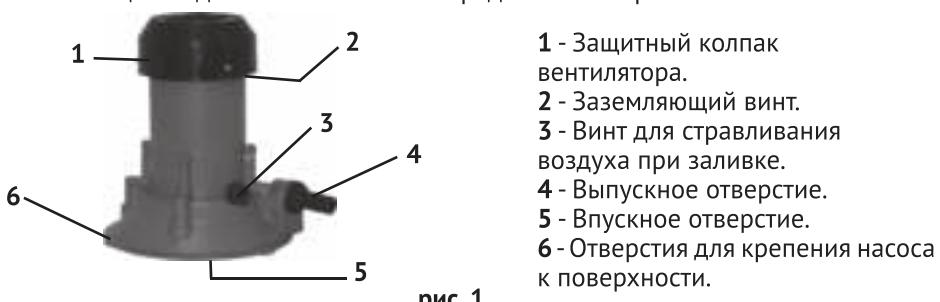

рис. 1
3.1 Общий вид насоса схематично представлен на рис.1